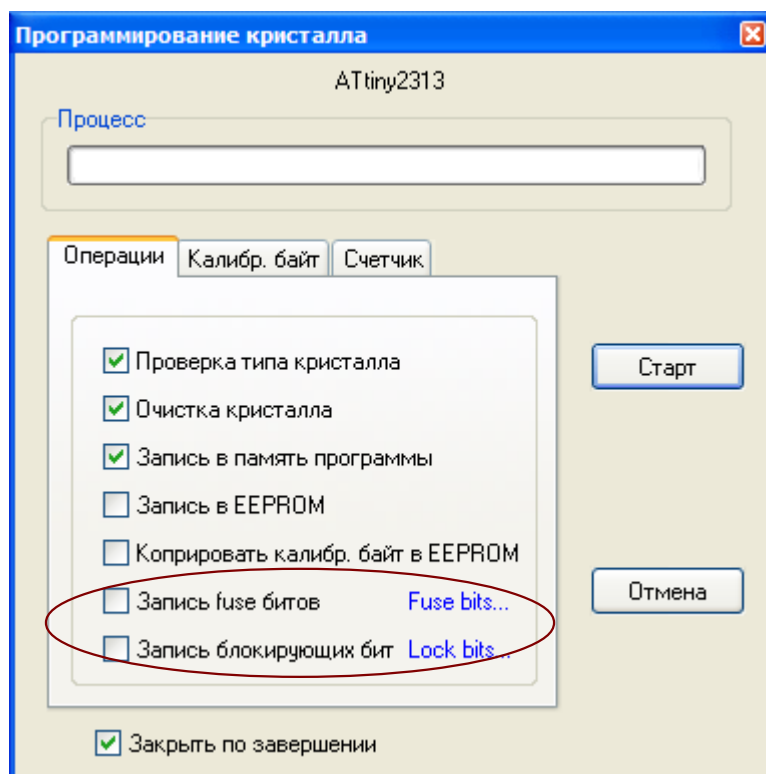

Рис. 4.2
10. «Прошить» тестовую программу в кристалл. Для этого нажать кнопку «ЗАПУСК С КРИСТАЛЛОМ», при этом откроется диалог программирования кристалла рис. 4.2. **Перед прошивкой следует нажать кнопку с фиксацией «RESET» на учебном приборе.**
11. Перед нажатием кнопки «СТАРТ» следует внимательно проверить положения флажков установки программатора рис. 4.2. **Особенно внимательно следует отнестись к опциям «ЗАПИСЬ Fuse bit» и «ЗАПИСЬ блокирующих бит». ФЛАЖКИ ЭТИХ ОПЦИЙ ОБЯЗАТЕЛЬНО ДОЛЖНЫ БЫТЬ СНЯТЫ, Т. К. НЕ ПРАВИЛЬНО ПРОШИТЫЕ FUSE БИТЫ МОГУТ ПРИВЕСТИ К ДАЛЬНЕЙШЕЙ НЕВОЗМОЖНОСТИ РАБОТЫ С ДАННЫМ МИКРОКОНТРОЛЛЕРОМ!**